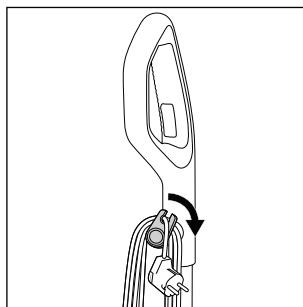

Fig. 16
- ◆ Vikl strømledningen ⑯ helt af ledningsholderne foroven og forneden ⑯/⑳. For hurtigt at kunne vikle strømledningen ⑯ af ledningsholderne ⑯/⑳, kan du trække den øverste ledningsholder ⑯ lidt ud og dreje den ned (se fig. 16).